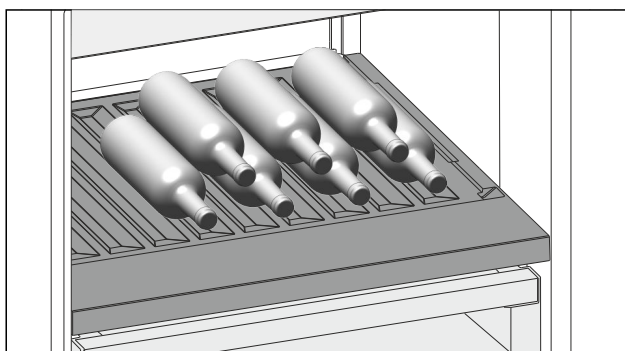

Fig. 153 Immagine a titolo di esempio
- Inserire le bottiglie con il fondo rivolto verso la parte posteriore. (vedere Fig. 153)